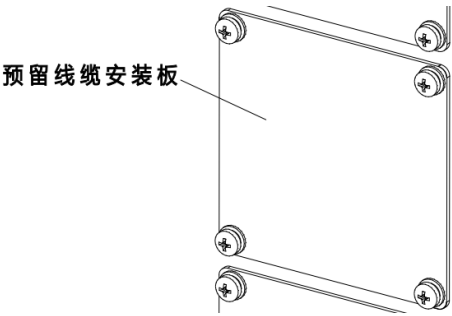
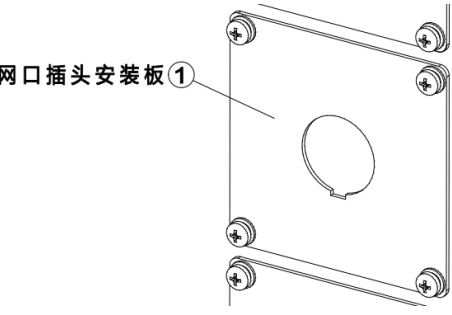

图 16-9 预留线缆安装板
图 16-10 网口插头安装板
步骤1. 用十字螺丝刀将原本的预留线缆安装板（参考图 16-9）拆下，将①网口插头安装板（参考图 16-10）安装在柜体上。